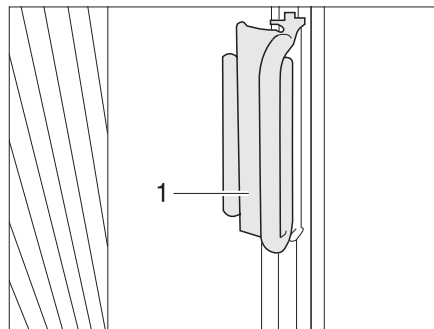

Bild 17 Griff faltverdunklung Frontscheibe
- Die faltverdunklungen für die Frontscheibe mit den Griffen (Bild 17,1) unter die Abdeckungen an den A-Säulen schieben und den Griff auf der Abdeckung feststecken. Die faltverdunklung ist gesichert.